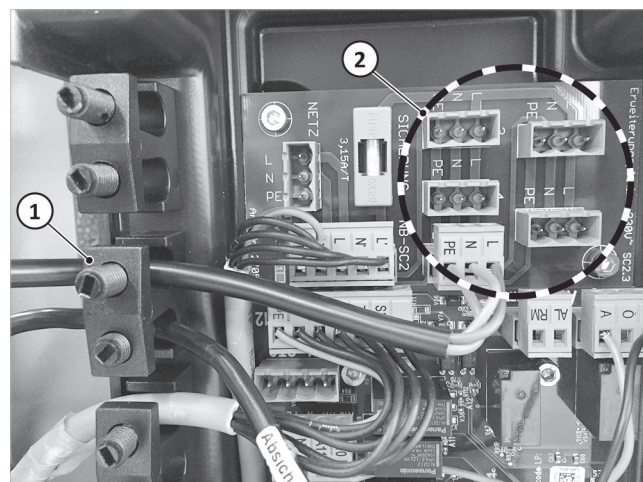

Fig. 12: Scheda di ampliamento con 5 possibili ingressi
5. Fissare il cavo di rete con scarico di trazione → fig. 12 (1).